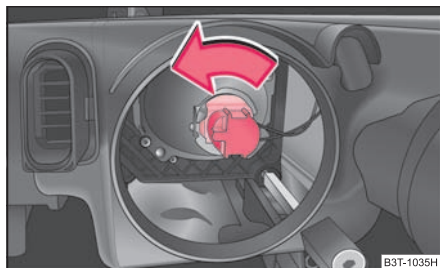

Fig. 235 Desmontaje de la bombilla para luz de cruce
- Girar el conector junto con la bombilla hacia la izquierda, hasta la tope, y retirarlo ⇒ fig. 235.